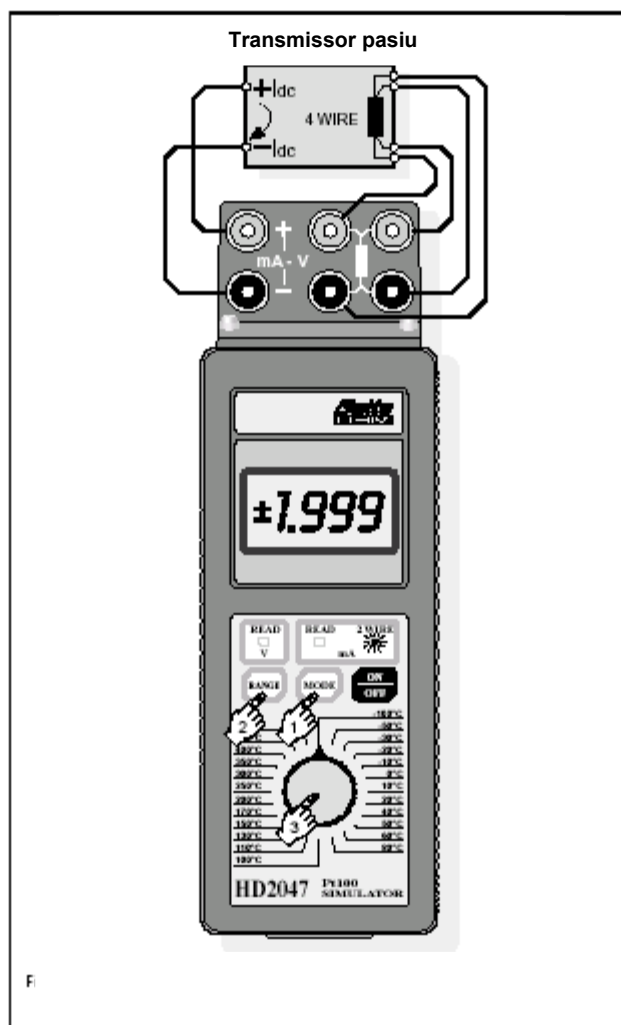

Figura 3 . Control d'un transmissor passiu amb entrada Pt100
Procediment (veure figura 3)
- Connectar els cables del llaç 4 ... 20 mA als borns com s'indica a la figura 3, mantenint la polaritat del corrent subministrada per HD 2047 surt pel born +